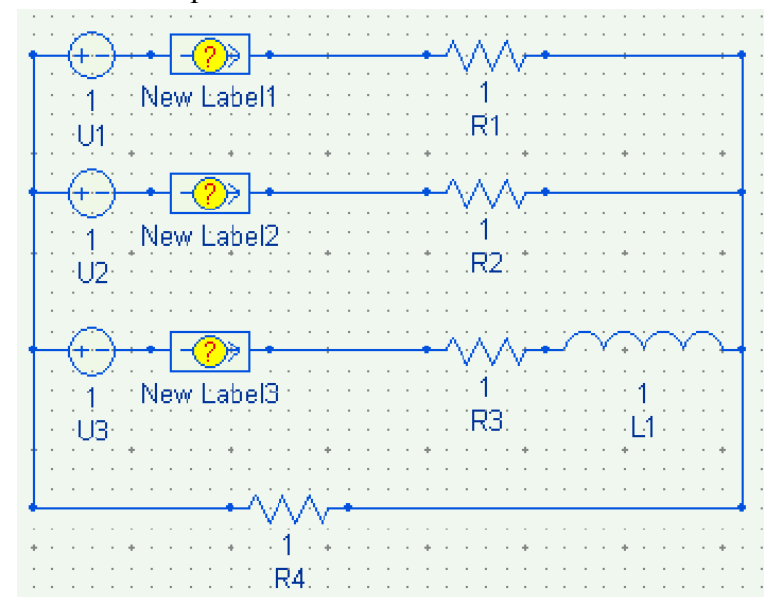

Рис. 1.3
В итоге у нас должна получиться электрическая цепь показанная на рис. 1.3
3. Далее необходимо на каждом элементе данной электрической цепи (Рис. 1.3.) задать физические свойства из условия задачи. и привязать их к нашей модели (Рис. 1.2).